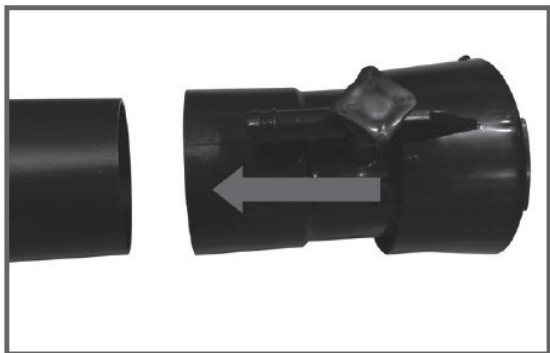

Рис. 7
- Установите сопло на конец удлинительной воздушной трубы, совместив отверстия в сопле с выступами на конце удлинительной трубы (рис. 7)